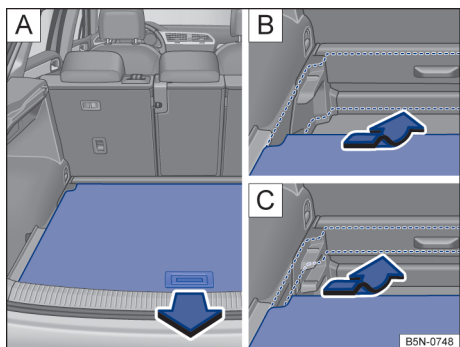

Fig. 181 No compartimento de bagagem: ajustar a altura do assoalho do compartimento de bagagem.
- Levantar o assoalho do compartimento de bagagem e puxar para trás tirando dos guias nos lados do compartimento de bagagem → Fig. 181 A).
- Colocar o assoalho do compartimento de bagagem nas guias da altura desejada e puxar para frente até o batente → Fig. 181 B), C).